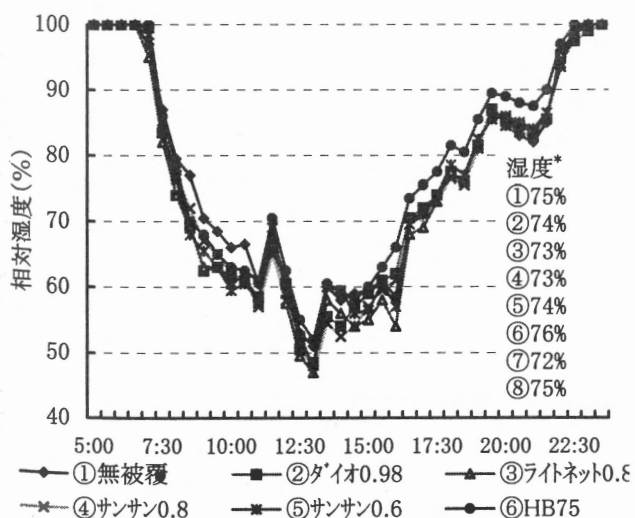

図4 ネットハウス内湿度の推移(9月13日)
- 3) ネットハウス内の湿度は資材によって午前と午後に若干の差異がみられるが、日平均ではほぼ同等である (図 4)。